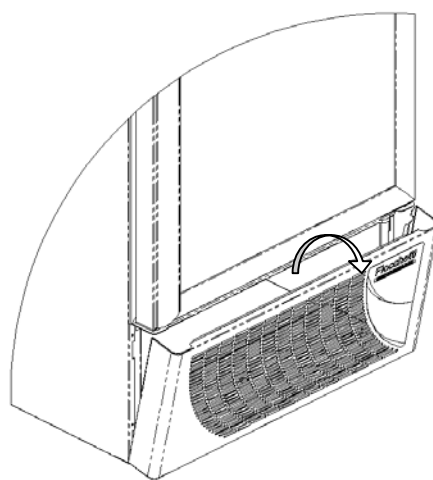
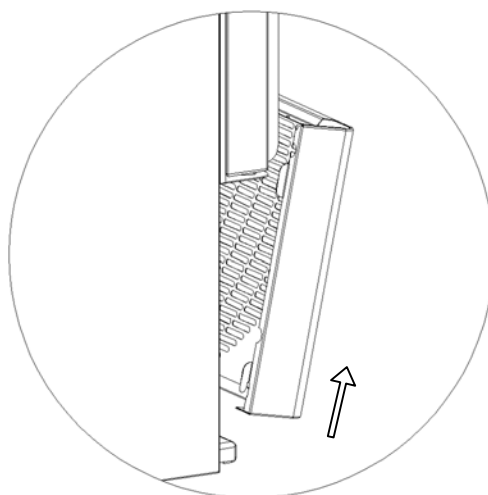

Fig.14
Fig.15
**Phase 2** Fermer la porte. La façade est bloquée dans la partie inférieure avec nr. 2 accrochages et, donc, il est nécessaire de la pencher à l'extérieur de l'appareil (Fig.14) et de la désenfiler vers l'hauf (Fig.15).